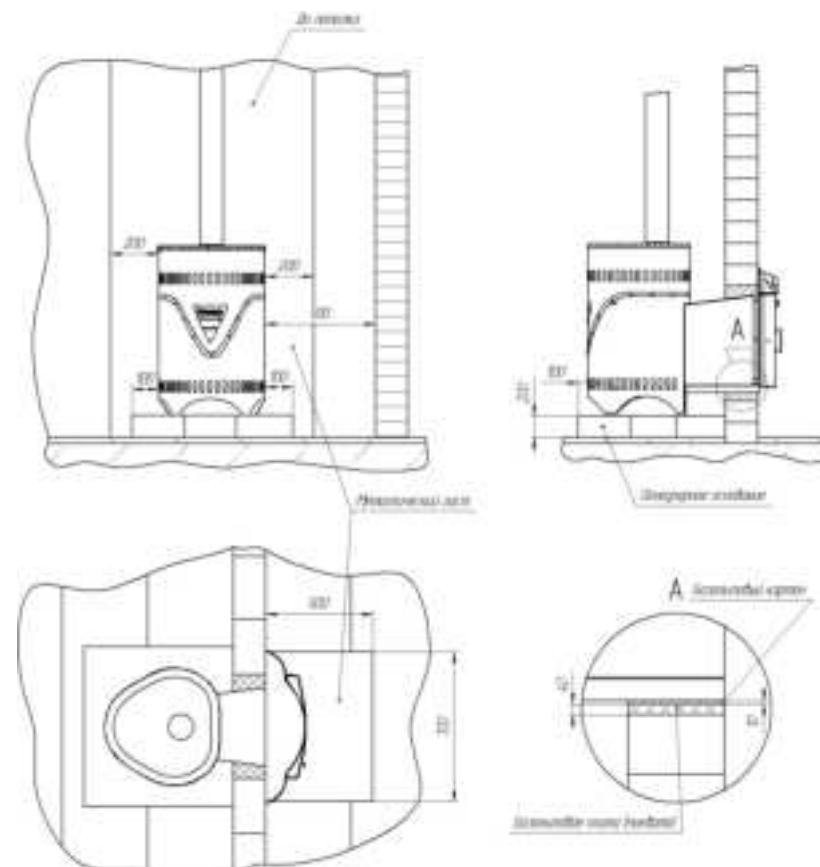

Рисунок 8.1. Схема установки печи на минимально безопасном расстоянии от несущих и ограждающих конструкций.
- 7.2.1.** Печь устанавливают в парной на безопасном расстоянии от несущих и ограждающих конструкций (рис. 8.1.).